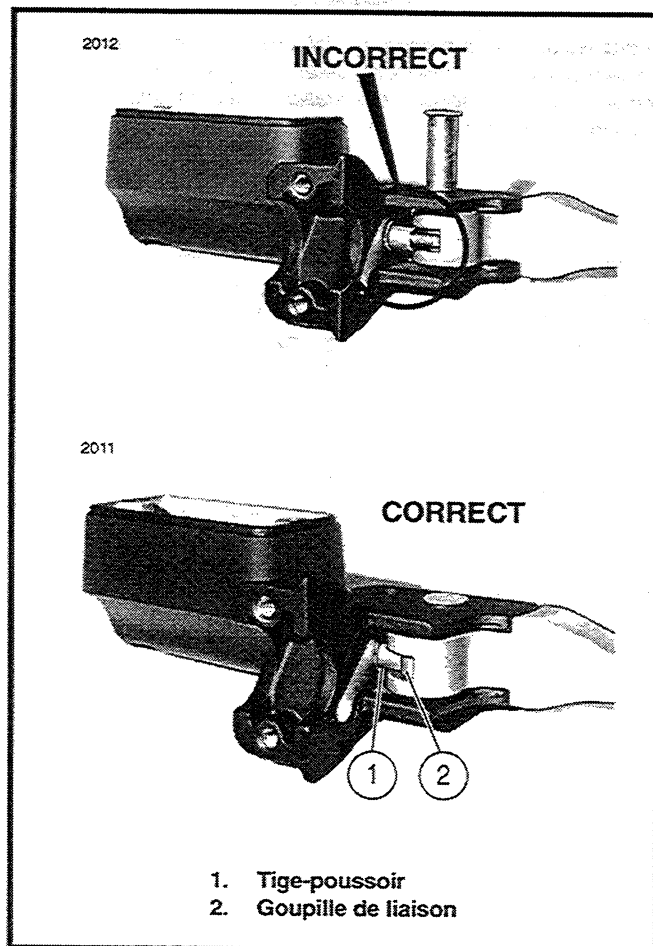

Figure 2-30. Ensemble levier de frein
Voir Figure 2-30. La tige-poussoir (1) doit être bien ajustée dans le trou de la goupille de liaison (2) de manière à ce que le levier de frein ne reste pas coincé quand on appuie dessus. S'il reste coincé, c'est parce que la tige-poussoir et l'interrupteur butent contre la paroi interne du maître-cylindre.